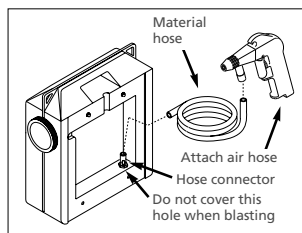

Figure 5 - Modèle MXS11002
1. Fixer le boyau de matériau au connecteur du boyau. Fixer l'extrémité opposée du boyau de matériau au pistolet (voir la figure 5).